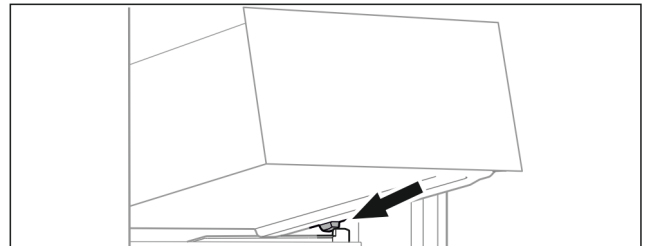

Fig. 49
► Schubfach schräg hinter den Stoppern auf Behälterrippe aufsetzen. (siehe Fig. 49)